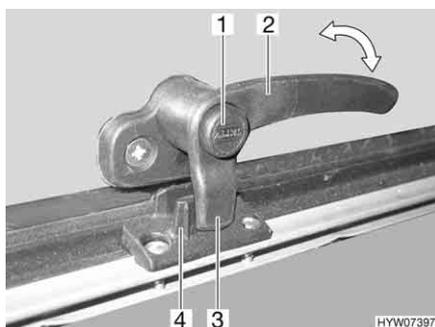
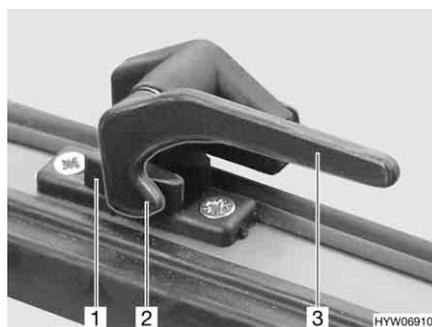

Fig. 96 Palanca de bloqueo con botón de seguridad en la posición de "cerrado"
Fig. 97 Palanca de bloqueo en la posición de "cerrado"
- Si existe, pulsar el botón de seguridad (Fig. 96,1) y mantenerlo pulsado.
- Girar todas las palanca de bloqueo (Fig. 96,2 ó Fig. 97,3) un cuarto de vuelta hacia el centro de la claraboya.
- Girar todas las palancas de bloqueo (Fig. 96,2 ó Fig. 97,3) un cuarto de vuelta hacia el marco. El saliente de bloqueo (Fig. 96,3 ó Fig. 97,2) se encuentra en la cara interior del bloqueo de la claraboya (Fig. 96,4 ó Fig. 97,1).
- En la posición "cerrada fijamente" (Fig. 96 y Fig. 97)